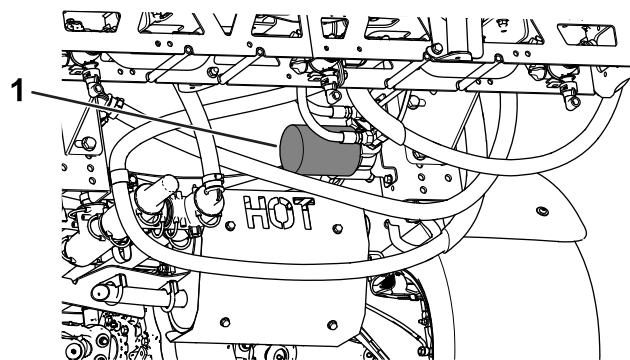

Figura 54
4. Retire o filtro (Figura 54).